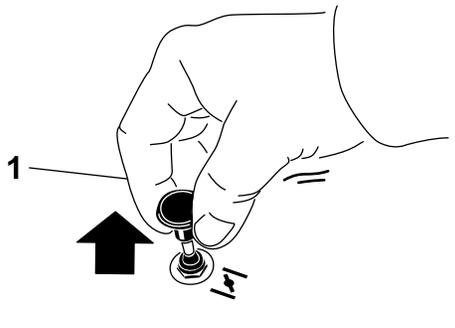

Figure 19
2. Tirez sur la commande de starter pour engager le starter avant d'utiliser le commutateur d'allumage (Figure 19).
3. Poussez sur la commande pour désengager le starter lorsque le moteur a démarré (Figure 19).
1. Désengagez les lames en plaçant la commande des lames en position DÉSENGAGÉE (Figure 19).